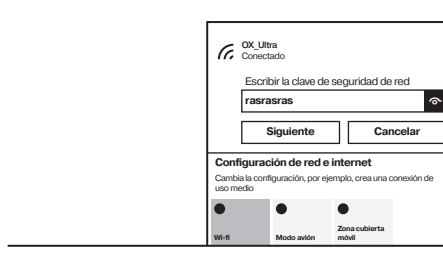

Figura 15
2. En el ordenador portátil (compatible con Wi-Fi 5.8GHz), busque la red con el nombre del modelo de la aeronave (por ejemplo, OX) y conéctese usando la clave “rasrasras”. (Figura 15)